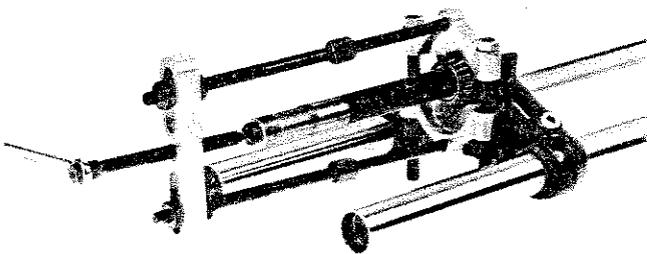

Fig. 211
- 15) Per togliere dal canotto di sterzo la metà del cuscinetto a rulli conici, usare un estrattore Kukko a mezza luna, ponendo all'estremità del canotto di sterzo un tampone (Fig. 211).
- 15) To remove the inner race of the taper roller bearing from the steering head pivot, use a suitable puller tool (as the one shown in Fig. 211) placing a soft metal plate at the top of the steering head pivot.